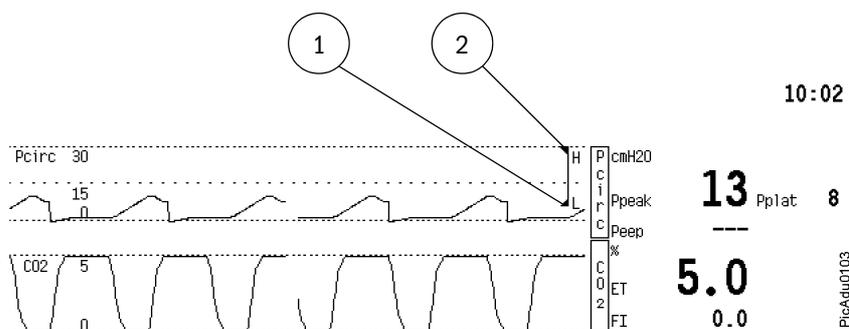

Figura 148 Escala de presión del circuito
El límite de seguridad funcional para la alta presión en las vías respiratorias es Válv. de P_{máx} (valor predeterminado = 40 cmH₂O) (1) en Figura 148. Cuando la presión de las vías respiratorias sobrepasa el límite fijado, el ventilador pasa a espiración. El límite de Válv. de P_{máx} se debe fijar más alto para pacientes que, por alguna razón, necesiten una presión de ventilación más alta. El aumento del nivel límite es necesario para la ventilación de dichos pacientes. El límite para la alarma de presión alta en las vías respiratorias no se puede fijar a un valor más alto que Válv. de P_{máx} (2) en Figura 148. El límite predeterminado para la presión alta en las vías respiratorias es 30 cmH₂O.